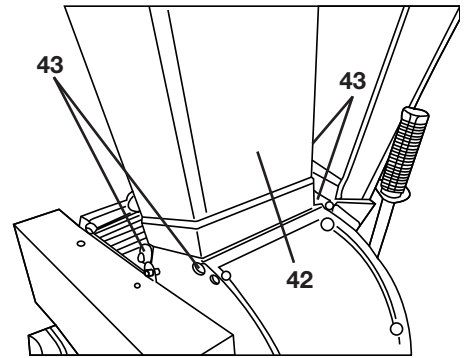

Bild 40
- Nehmen Sie den oberen Trichter (42) durch Lösen (nicht herausdrehen) der 4 Befestigungsschrauben (43) (SW 15) ab (siehe „Bild 40“). Beachten Sie, dass die Gewindestange für den Sicherheitsschalter vorher nach oben herausgedreht werden muss.
- Nehmen Sie den oberen Trichter (42) durch Lösen (nicht herausdrehen) der 4 Befestigungsschrauben (43) (SW 15) ab (siehe „Bild 40“, Seite 15), beachten Sie, dass die Gewindestange für den Sicherheitsschalter vorher nach oben herausgedreht werden muss.
- Setzen Sie nun den oberen Trichter wieder auf den Schredder, achten Sie darauf, dass die Gewindestange in die Halterung des Sicherheitsschalters kommt. Ziehen Sie die 4 Befestigungsschrauben (SW 15) wieder an (siehe „Bild 40“, Seite 15).